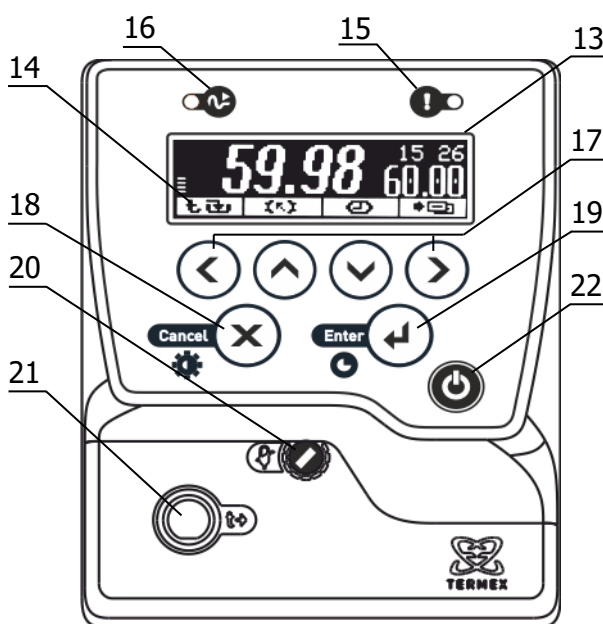

Рисунок 2 – Лицевая панель
Система безопасности блока регулирования отключает двигатель насоса и нагреватель при срабатывании хотя бы одной из защит или неисправности датчика температуры (1.2.13). При срабатывании системы безопасности раздается звуковой сигнал, загорается индикатор 15 (рисунок 2) и на дисплей 13 выводится информация о причине неисправности.
2.3.1 После подключения сетевого кабеля к электрической сети блок регулирования переходит в режим ожидания. Подключение сопровождается кратковременной подсветкой дисплея 13 (рисунок 2).
2.3.6 Для регулировки яркости подсветки или контраста дисплея нажать кнопку 18 (X), выбрать изменяемый параметр кнопками (▲) и (▼) и установить его значение кнопками (◀) и (▶). Зафиксировать изменение нажатием кнопки 19 (↔) (рисунок 2).
2.7.6 Для выбора уставки в качестве текущей кнопками (▲) и (▼) подвести к ней указатель. Значение отмеченной указателем уставки дублируется крупными цифрами в правой части дисплея. Для подтверждения выбора отмеченной уставки нажать кнопку 19 (◀). Для отмены выбора нажать кнопку 18 (✕) (рисунок 2).
2.7.7 Для изменения численного значения отмеченной указателем уставки нажать кнопку (▶). На рамке, обрамляющей значение уставки в правой части дисплея, появятся «засечки», указывающие на изменяемую позицию в численном значении. Цифра в отмеченной позиции мигает. Нажатиями кнопок (▲) и (▼) установить требуемую цифру в отмеченной позиции. Если удерживать кнопку нажатой, значение уставки будет изменяться непрерывно. Нажатиями кнопок (◀) и (▶) переместить отметку изменяемой позиции. Дискретность изменения значения уставки зависит от положения изменяемой позиции: если отмечена позиция десятков, то при единичном нажатии кнопки (▲) или (▼) значение уставки изменится на 10 °С. Если отмечена позиция десятых долей, то значение уставки изменится на 0.1 °С соответственно. Закончить ввод нового значения уставки нажатием кнопки 19 (◀). Для возврата к значению уставки до ее изменения нажать кнопку 18 (✕) (рисунок 2).
2.8.3 При срабатывании защиты раздается звуковой сигнал и загорается красный индикатор срабатывания системы безопасности 15 (рисунок 2). Работа насоса и нагревателя будет блокирована. На дисплее отобразится текущее состояние системы защит.